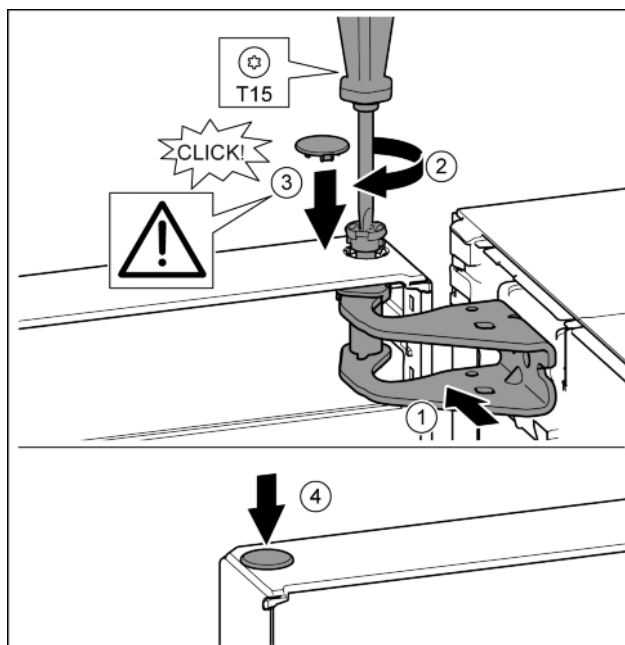

Fig. 23
- Регулирайте вратата горе спрямо отвора в лагерната стойка. Fig. 23 (1)
- Поставете болта и затегнете здраво с отвертка T15. Fig. 23 (2)
- Монтаж на предпазния капак за осигуряване на вратата: Поставете предпазния капак и проверете дали той е допрян до вратата. В противен случай поставете изцяло болта. Fig. 23 (3)
- Поставете тапата. Fig. 23 (4)